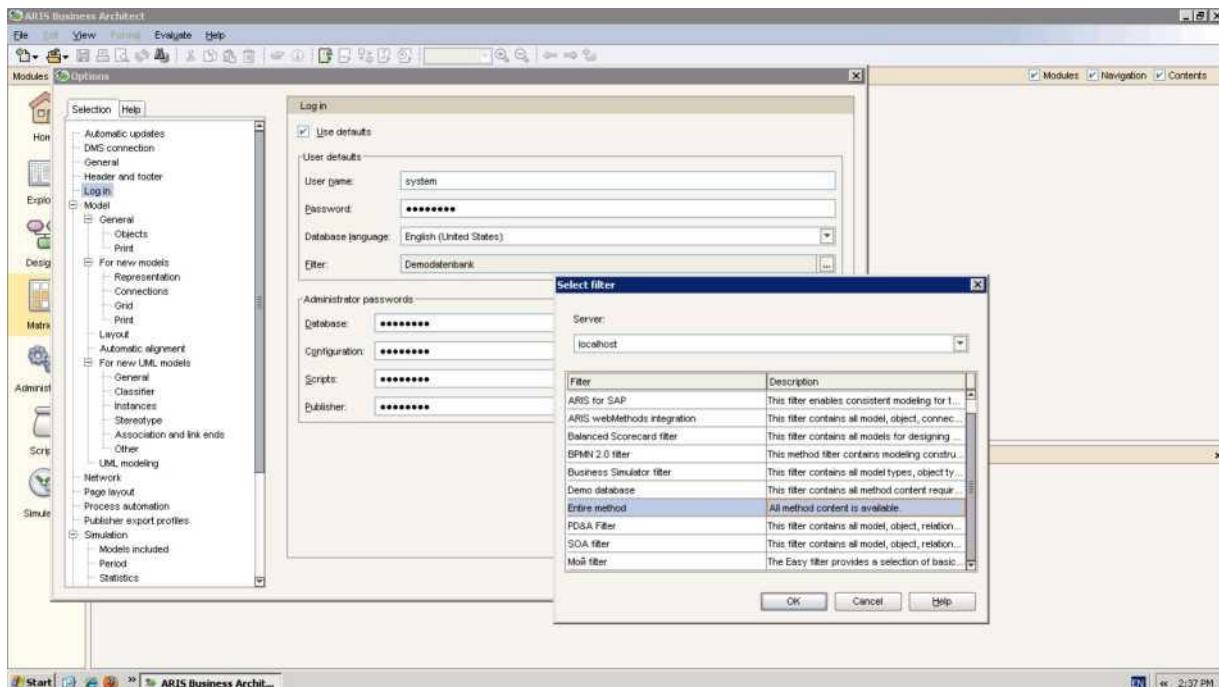

Рис. 5. Настройка свойств входа в систему
4) Выберите в меню View → Options → Log in. Настройте поле Filter: для сервера localhost укажите Entire method (рис. 5).